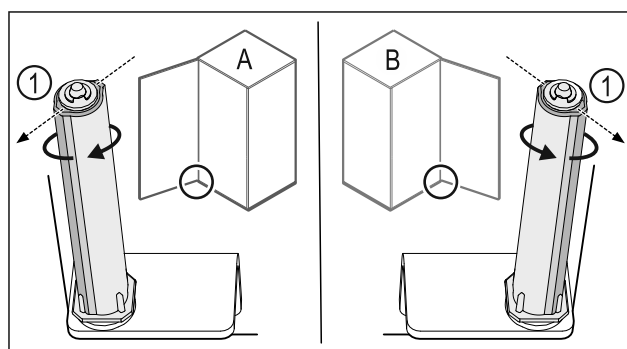

Fig. 50 Venstreanslag (A) / Højreanslag (B)
- Drej lukkesystemet mod modstanden, indtil lukkesystemets forbindelsesdel Fig. 50 (1) peger udad.